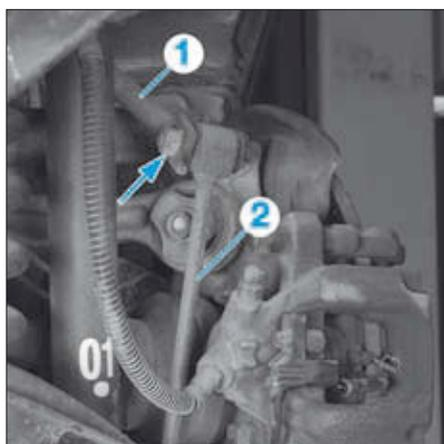

FIG. 27
- remplacer les vis (6),
- désaccoupler la barre stabilisatrice (1) de la biellette de barre stabilisatrice (2) (Fig.27),